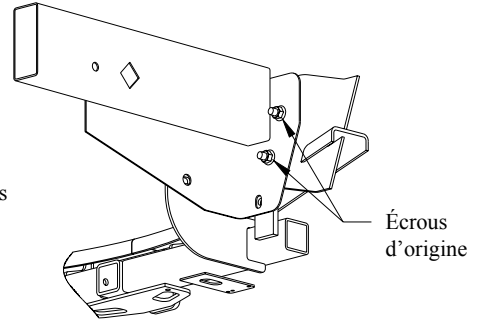

FIGURE 2
2. Si les petits supports de l'attelage ne s'insèrent pas entre les bouts du support d'accrochage du pare-chocs, ce dernier peut alors être desserré et recentré. **Une fois les ajustements effectués, serrer les écrous à embase M14 d'origine au couple de 148 lb-pi (201 N-m).** Voir la figure 2.